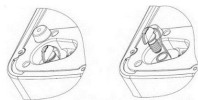

Рис. 2
- Bevor Sie den Eiserzeuger reinigen, schalten Sie ihn mit der Ein-/Ausschalttaste (17) «Ein/Aus» aus und ziehen Sie den Netzstecker aus der Steckdose.
- Wenn sich noch Wasser im Wasserbehälter befindet, gießen Sie es aus. Schieben Sie dazu das Gerät 60 mm vom Tisch weg (Abb. 2), stellen Sie einen geeigneten Behälter zum Auffangen des Wassers